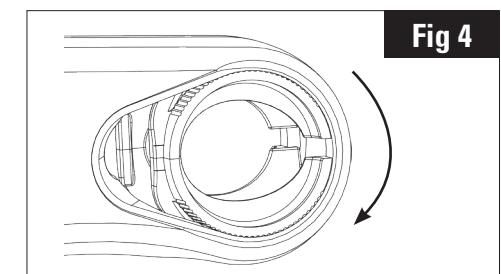

Fig 4
2. Girare le conchiglie di un quarto di giro di modo che i finecorsa si trovino sulla parte alta del corpo dell'avancorpo. Fig. 4